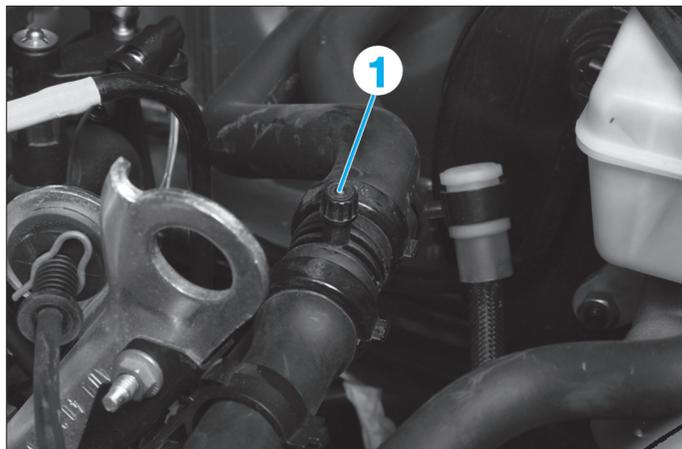

Fig. 41
- Ouvrir la vis de purge situées sur l'une des durits du radiateur de chauffage (1) placée devant le tablier (Fig.41).